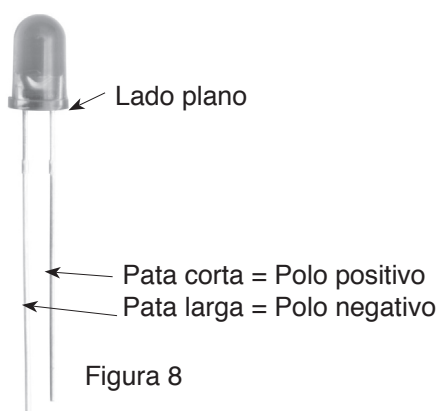
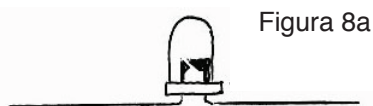

Figura 8
Figura 8a
El diodo LED (2) tiene una pata larga y una corta. La pata larga es el polo positivo y la corta el negativo. Ver figura 8. Doblar las patas del LED a izquierda y a derecha. Ver figura 8a. Colocar el LED en el encaje realizado en la cara frontal. (Polo negativo a la derecha/Polo positivo a la izquierda). Ajustar las patas a los cantos de la pieza.